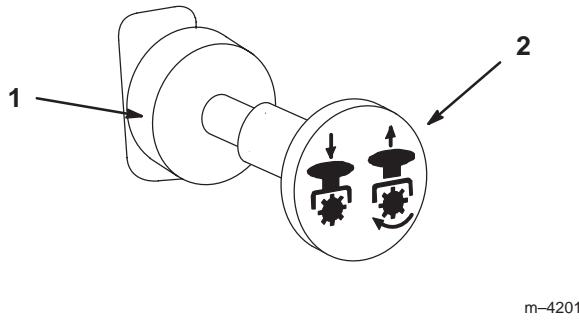

Figure 23
3. Tirez sur la commande de prise de force (PdF) pour embrayer la PdF (Fig. 23).
1. Repoussez la commande de PdF pour débrayer la prise de force (Fig. 23).